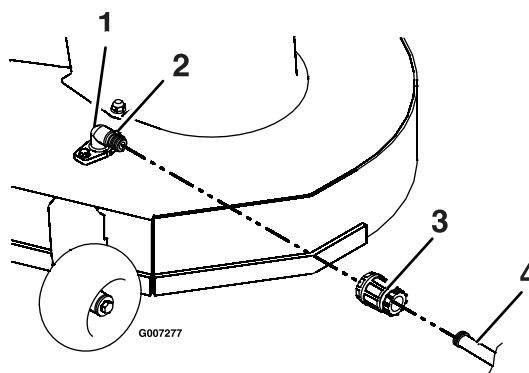

Bild 57
3. Montieren Sie die Schlauchkupplung auf die Kupplung am Mähwerk-Spülanschluss und drehen Sie das Wasser mit starkem Druck auf (Bild 57).